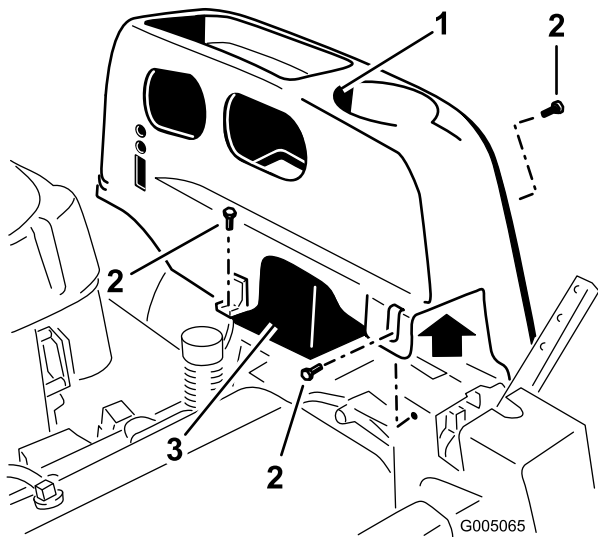

Figura 21
2. Retire los tornillos TORX® (T25) que sujetan la cubierta izquierda al bastidor, según se muestra en Figura 21.